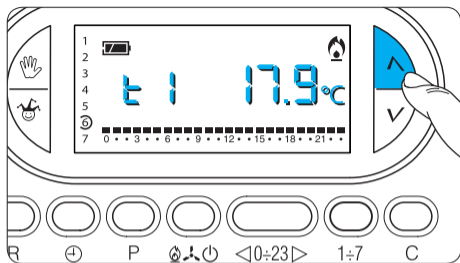

Fig. 34
8.5- Impostare il valore di temperatura desiderato per T1 agendo sul pulsante  oppure  (fig. 34).